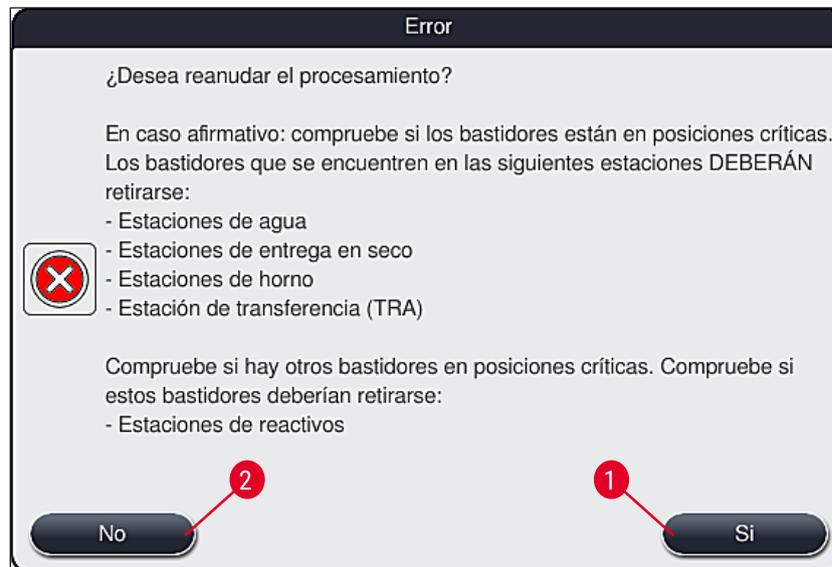

Fig. 108
4. A continuación, el usuario tiene la opción de seleccionar si desea reanudar o no el proceso de tinción (→ P. 132 – 8.2.2 Reanudación del proceso de tinción después de un fallo de alimentación) o cancelarlo (→ P. 134 – 8.2.3 Cancelación de todos los procesos de tinción después de un fallo de alimentación) (→ "Fig. 108").
2. Retire las cestas cruciales del instrumento de acuerdo con el mensaje informativo anterior (→ "Fig. 108") y confirme la extracción pulsando la estación correspondiente (→ "Fig. 109-1") en la pantalla.
La cancelación del proceso de tinción y el retorno al menú anterior de selección (→ "Fig. 108") se pueden deshacer pulsando el botón **Cancelar** (→ "Fig. 110-2").